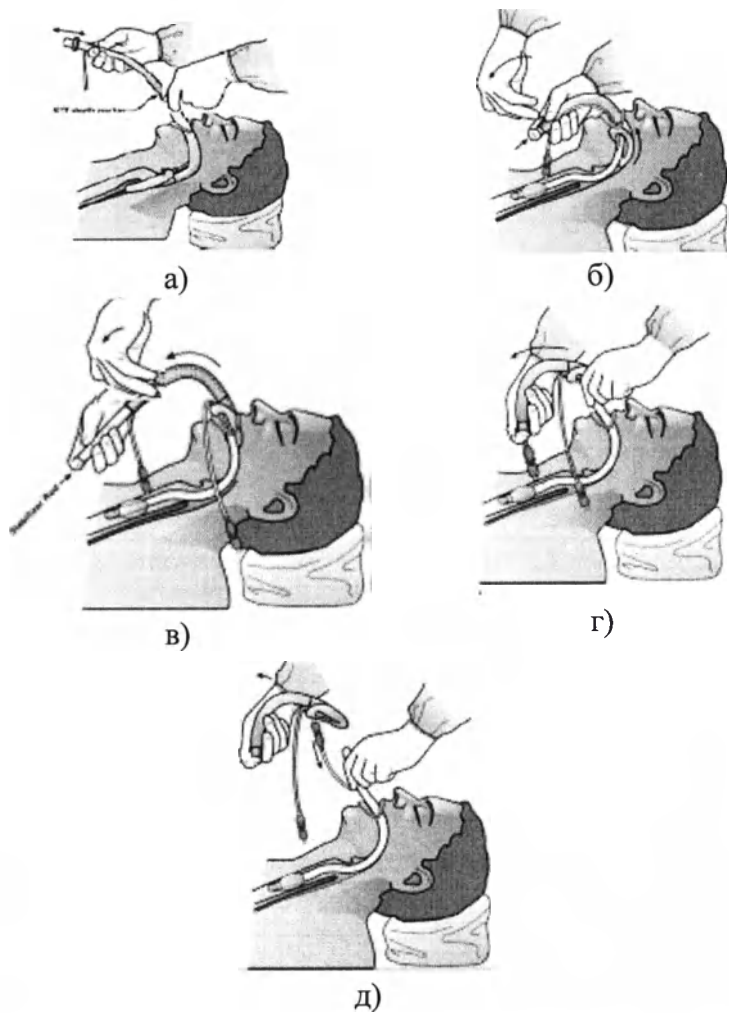

Рис. 18 Использование в качестве проводника при интубации трахеи
5. Отсоединить изделие от трубки аппарата искусственной вентиляции, снять коннектор (только для LMA Unique EVO размера 5) и провести ФБС вниз через изделие и голосовые связки в трахею (на этом этапе может потребоваться введение миорелаксантов, чтобы облегчить введение) (рис. 18).